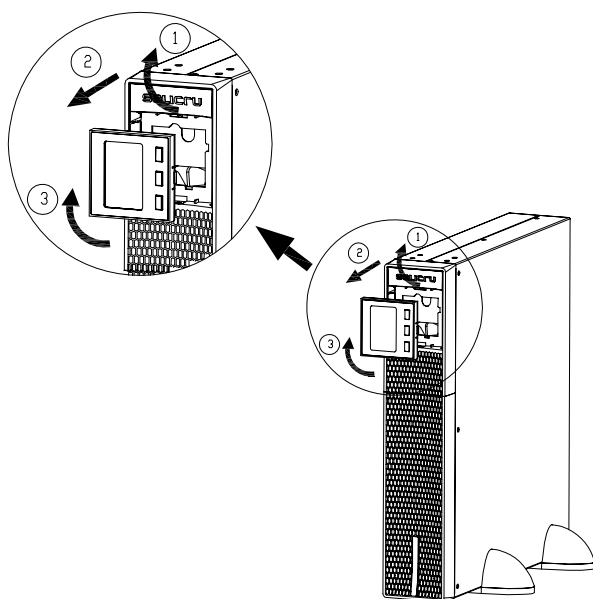

Abb. 9. Rotation des Bedienfelds mit LCD-Display über die Kunststoff-Frontverkleidung.
Den Stecker an einem Ende des Schlauchs in die jeweilige SPS.ADVANCE-Buchse und den Stecker des anderen Endes in die Buchse des Batteriemoduls stecken (siehe Abb. 9). Ebenso können die Batteriemodule parallel angeschlossen werden, da jedes Modul über zwei Stecker verfügt.
Das im Schlauch enthaltene Erdungskabel an den entsprechenden gekennzeichneten Stellen anschließen, sei es an einer Klemme oder an einer Schraube (siehe Abb. 9).
- In der Abb. 9 wird der Anschluss eines Geräts mit 3 kVA in einer Anordnung Typ Rack mit zwei Batteriemodulen dargestellt. Für eine größere Anzahl so ähnlich wie in der Abbildung dargestellt vorgehen.